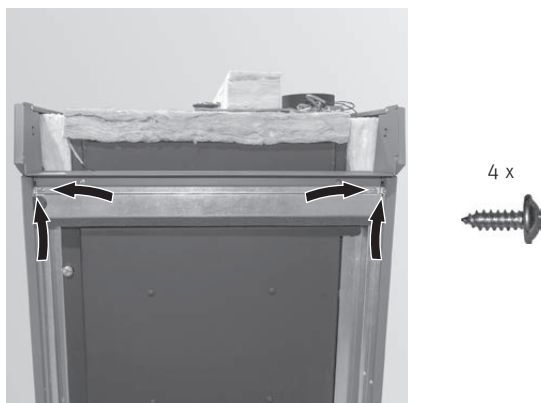

Fig. 70 Verkleidung montieren – PuroWIN PW 72–103
- Verkleidung über Brennraamtür mit Blechschrauben montieren – Fig. 70.